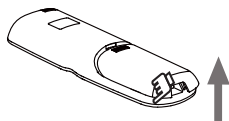

Figura 2.7
2. Levante a partir da extremidade inferior esquerda da tampa da bateria para abrir (consulte a Figura 2.7);